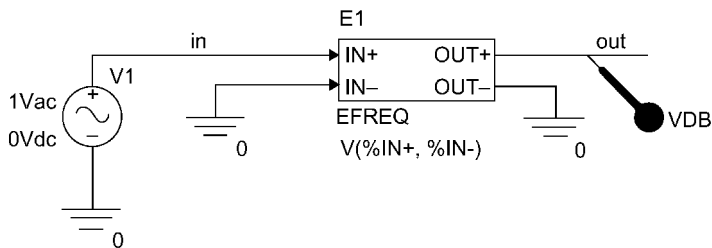

图 13.10 利用行为模型 EFREQ 构建带通滤波器
如图 13.10 所示电路中，利用 ABM 行为模型 EFREQ 对带通滤波器的频率特性进行模拟。EFREQ 元件以频率、幅度、相位的表格形式对其频率特性进行描述。
1. 利用 ABM 元件库中的行为模型 EFREQ 绘制图 13.10 所示电路图。交流源  $V_{AC}$  (V1) 选自 source 元件库。